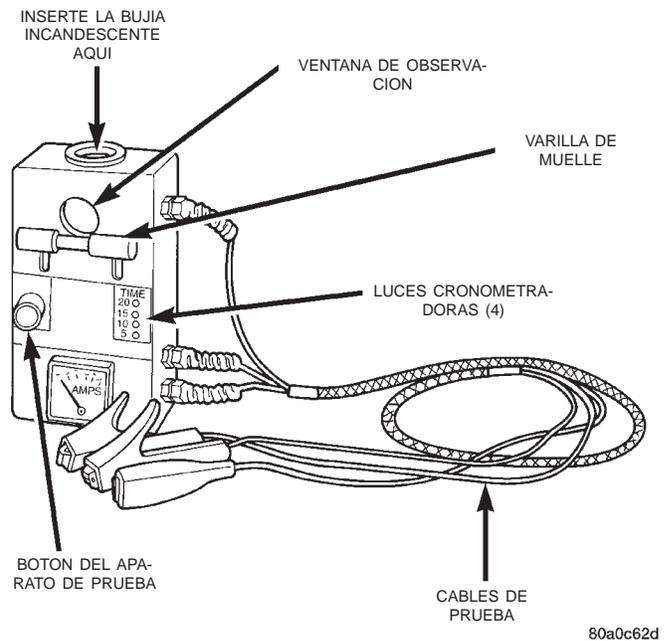

Fig. 12 Aparato de prueba de bujías característico
Use el aparato de prueba de bujías incandescentes Churchill DX.900 o uno equivalente (Fig. 12) en las siguientes pruebas. Este aparato de prueba está equipado con 4 luces cronometradoras.
(4) Calce la bujía incandescente en la parte superior del aparato de prueba y asegúrelo con la varilla de muelle (Fig. 12).
(5) Conecte el tercer cable del aparato de prueba al terminal eléctrico en el extremo de la bujía incandescente.
(6) Mientras efectúa la prueba, el botón del aparato de prueba (Fig. 12) debe mantenerse presionado continuamente durante 20 segundos según indican las 4 luces cronometradoras. Cada luz iluminada representa un lapso de 5 segundos.
(a) Pulse y mantenga apretado el botón del aparato de prueba (Fig. 12) y observe la lectura del indicador de amperios. La lectura del indicador deberá indicar un consumo momentáneo, inicial de corriente (irrupción) de aproximadamente 25 amperios. Después de la irrupción inicial, la lectura del indicador de amperios deberá empezar a decaer. La punta de la bujía incandescente deberá ponerse de color naranja después de 5 segundos. Si la punta de la bujía no se puso incandescente después de 5 segundos, reemplace la bujía. Antes de desechar la bujía incandescente, verifique la posición del disyuntor en la parte inferior del aparato de prueba de bujía. Tal vez deba volver a restablecer sus valores. Si fuera necesario, restablezca los valores del aparato de prueba.